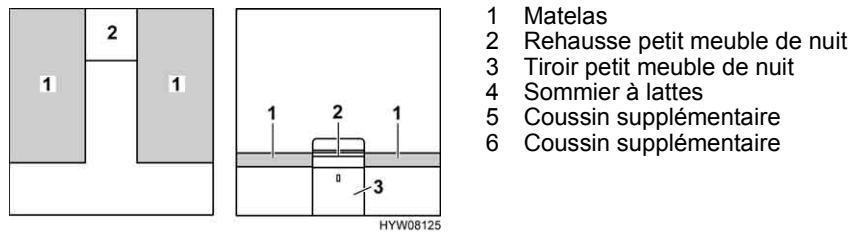

Fig. 83 Avant la transformation
- Retirer la rehausse du petit meuble de nuit (Fig. 83,2) et la mettre de côté.